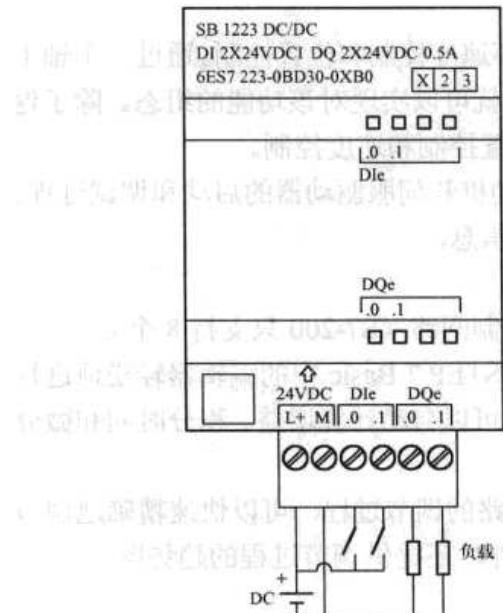

图 2-4 2DI/2DO 信号板
1) SB 1223 数字量输入/输出信号板如图 2-4 所示。它的两点 DC 24V 输入有上升沿、下降沿中断和脉冲捕获功能。输入参数与 CPU 集成的输入点的基本上相同。用来作高速计数器的时钟输入时最高输入频率为 30 kHz。